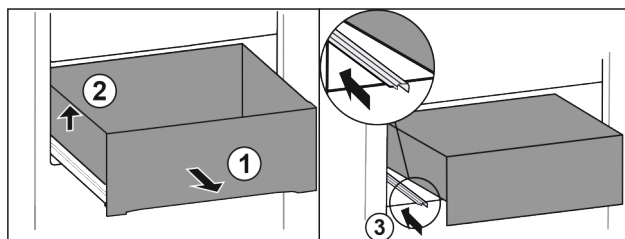

Fig. 105
- ▶ A fiókot ütközésig húzza ki. Fig. 105 (1)
- ▶ Emelje meg a fiók bal oldalát. Fig. 105 (2)
- ▶ Tolja be a bal oldali sínt. Fig. 105 (3)